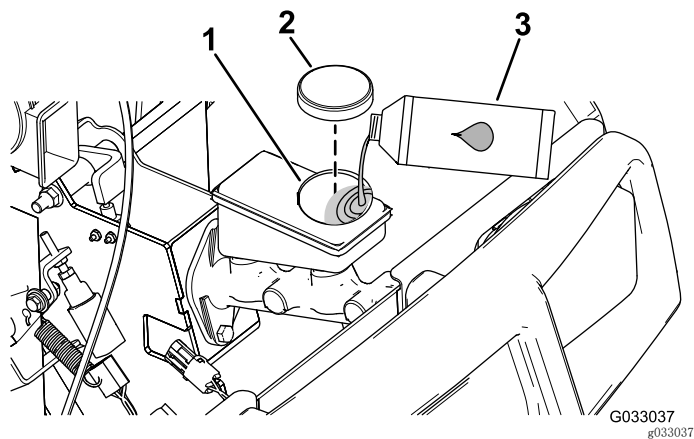

图 64
4. 抬起机罩，可接触到主刹车油缸和油箱（图 64）。
- A. 清洁油箱盖附近的区域并取下油箱盖（图 64）。
- C. 安装油箱盖（图 64）。